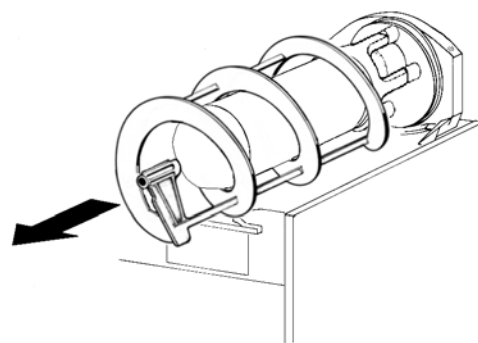

figura 8
- 3** Sfilare dall'evaporatore la spirale esterna (vedere figura 8) e